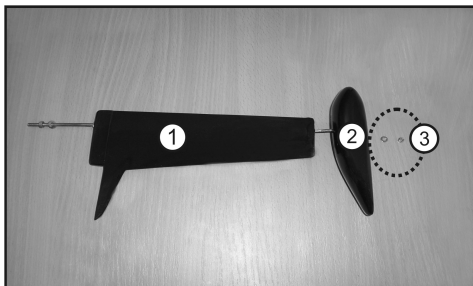

Bild 2a
- In Bild 2a sehen Sie den Kiel (1), den Ballast (2) und auch eine Beilagscheibe nebst M3-Mutter für die Befestigung des Ballast-Kiels (3).